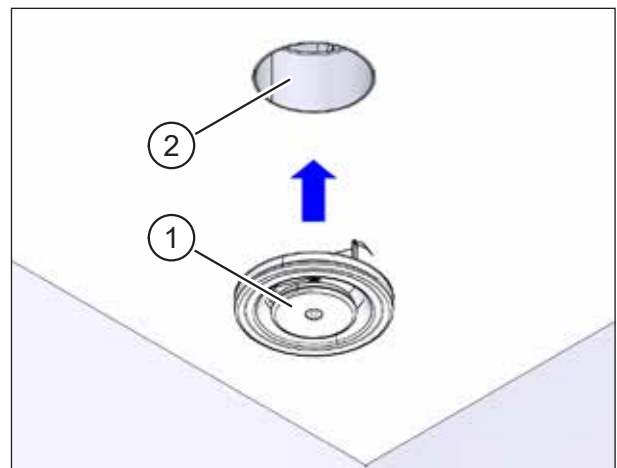

Abb. 19: Tellerventil (Abluft) einsetzen
- ▶ Setzen Sie nach der Endmontage (Malerarbeiten etc.) das entsprechende Tellerventil für Abluft (Pos. 1 in Abb. 19) bzw. Zuluft gemäß Planungsunterlagen in das Lüftungsrohr des Deckenkastens ein.